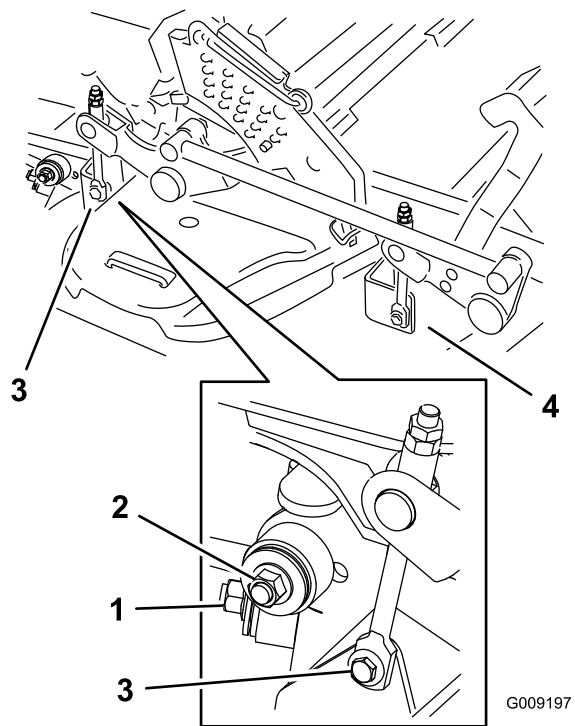

Figura 98
7. Retire y guarde los herrajes de ambos lados de la plataforma, según se muestra en Figura 98.